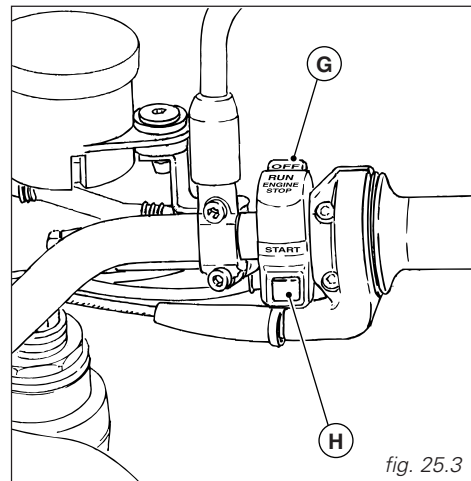

fig. 25.3
3) Check that the stop switch (G, fig. 25.3) is positioned to **RUN**, then press the starter button (H).
3) Accertatevi che l'interruttore d'arresto (G, fig. 25.3) sia nella posizione **RUN**, premete quindi il pulsante avviamento (H).
3) Assurez-vous que l'interrupteur d'arrêt (G, fig. 25.3) est en position **RUN**, appuyez ensuite sur le bouton-poussoir de démarrage (H). Laissez démarrer le moteur spontanément sans actionner la commande de gaz.
*3) Überzeugen Sie sich davon, daß der Stopschalter (G, Abb. 25.3) sich auf **RUN** befindet und drücken Sie dann den Starterknopf (H).*